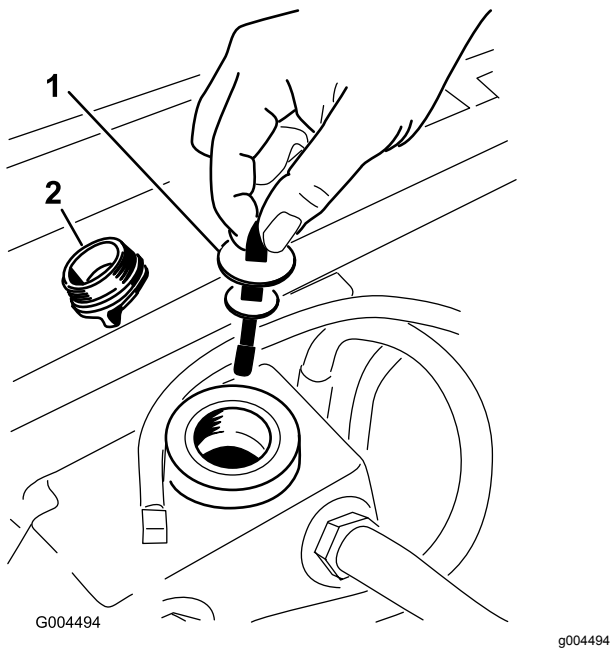

Bild 56
5. Nehmen Sie den Deckel des Hydraulikbehälters vom Einfüllstutzen ab (Bild 56).
6. Nehmen Sie den Peilstab heraus und wischen Sie ihn mit einem sauberen Lappen ab (Bild 56).
7. Stecken Sie den Peilstab in den Einfüllstutzen und ziehen ihn dann heraus, um den Ölstand zu prüfen (Bild 56).